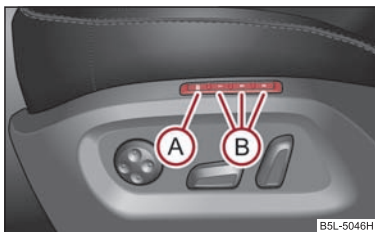

Fig. 57 Scaunul șoferului: Tastele pentru memorare și tasta SET
- Apăsați tasta **SET** (A) ⇒ fig. 57.
- Apăsați una din tastele pentru memorare (B) într-un interval de 10 secunde de la apăsarea tastei **SET** - se va emite un ton de confirmare a efectuării memorării.
Memory pentru scaun oferă posibilitatea memorării individuale a poziției scaunului șoferului și a oglinzilor exterioare. Fiecăreia din cele trei taste de memorie (B) ⇒ fig. 57 i se poate alocă un reglaj al scaunului. După apăsarea tastei respective (B) scaunul și oglinda exterioară vor adopta poziția memorată pe tastă ⇒ pagina 70.
- **Prin apăsare scurtă:** apăsați scurt tasta de memorare  ⇒ pagina 70, fig. 57. Scaunul și oglinzile laterale vor adopta automat poziția memorată (acest lucru este valabil numai pentru situația când contactul este pus și viteza este mai mică de 5 km/h).